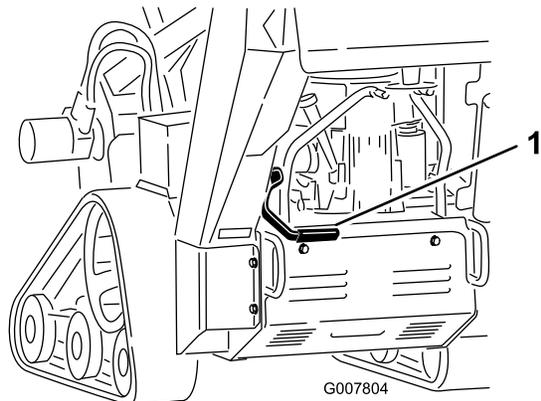

Figura 15
- Per inserire il freno di stazionamento spingete indietro la relativa leva e alzatala (Figura 15).
- Per rilasciare il freno, spingete indietro la leva e abbassatela (Figura 15).